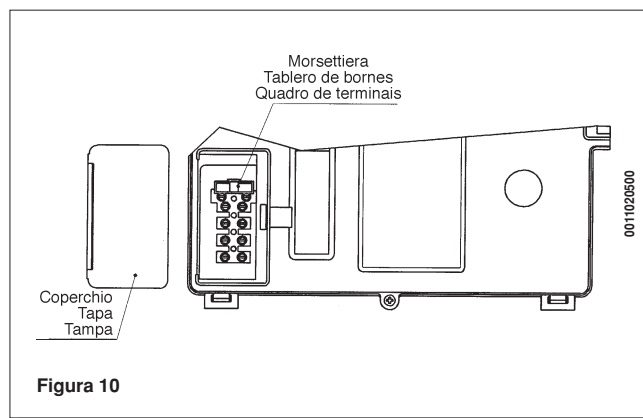

Figura 10
- togliere il coperchio ed accedere alla zona collegamenti elettrici (figura 10).
- remover la tapa y acceder a la zona conexiones eléctricas (figura 10).
- tirar a tampa e entrar na zona das ligações eléctricas (figura 10).